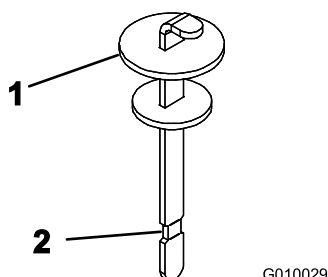

Рисунок 19
4. Извлеките масляный щуп из заливной горловины и протрите его чистой ветошью. Вставьте масляный щуп в заливную горловину; затем извлеките его и проверьте уровень жидкости. Уровень жидкости должен достигать метки на масляном щупе (Рисунок 19).